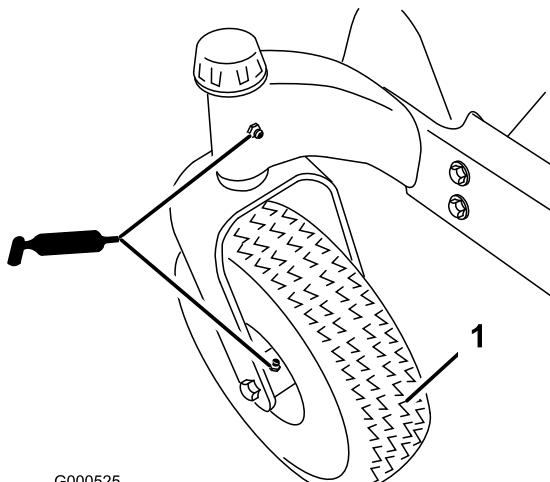
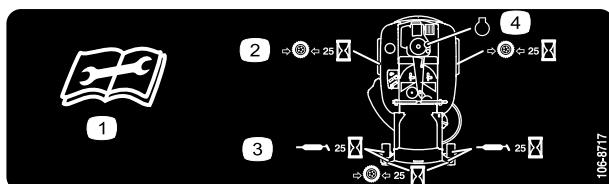

Figura 28
Figura 29
Engrase las ruedas giratorias delanteras y sus pivotes (Figura 28).
- Limpie con un trapo los puntos de engrase (Figura 28) y (Figura 29). Asegúrese de rascar cualquier pintura que hubiera sobre los puntos de engrase.
- Conecte una pistola de engrasar a cada punto de engrase (Figura 28 y Figura 29). Bombee grasa hasta que empiece a rezumar grasa de los cojinetes.